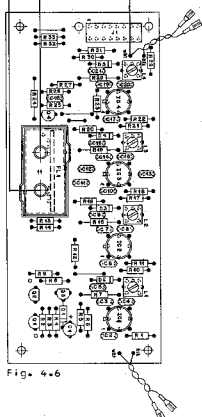

Fig. 4.6
- Tuner einschalten und den Frequenzzähler an Messpunkt MP4 1.726.740, Fig. 4.6) anschliessen.